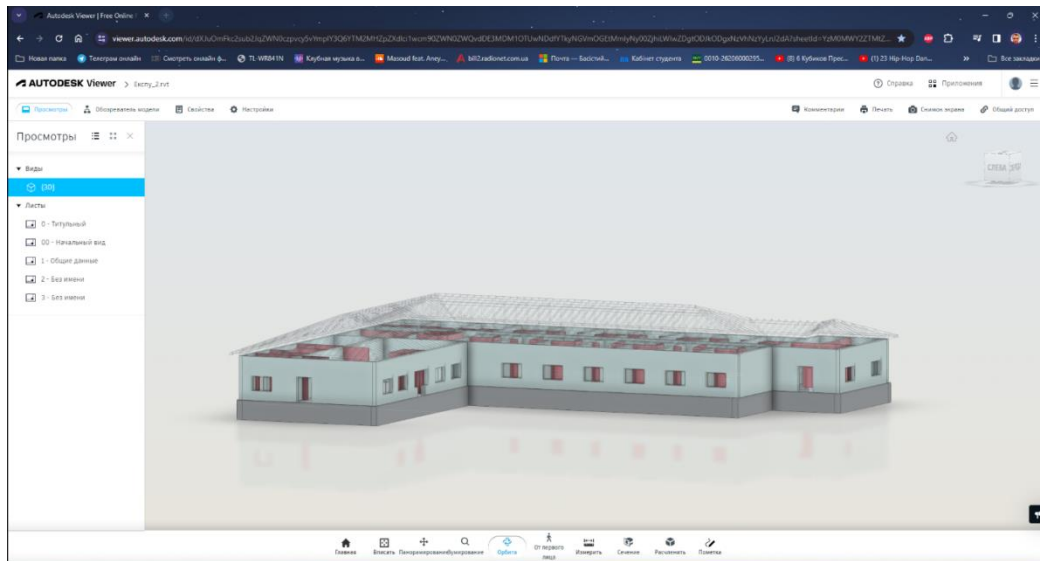

Рисунок 5. Сторінка Google Chrome із Autodesk Viewer.
- Можливість використовувати Autodesk Viewer безпосередньо у будь-якому веб-браузері, що робить його зручним для роботи з різних пристроїв (Рис.5).
Інформація яку можливо ввести це: терміни служби, параметри елементів, вартість, матеріали, характеристики, посилання тощо (Рис.5). Наявність та доступність усієї інформації про матеріали та конструкції можливо використати для формування специфікацій, планів та іншого.